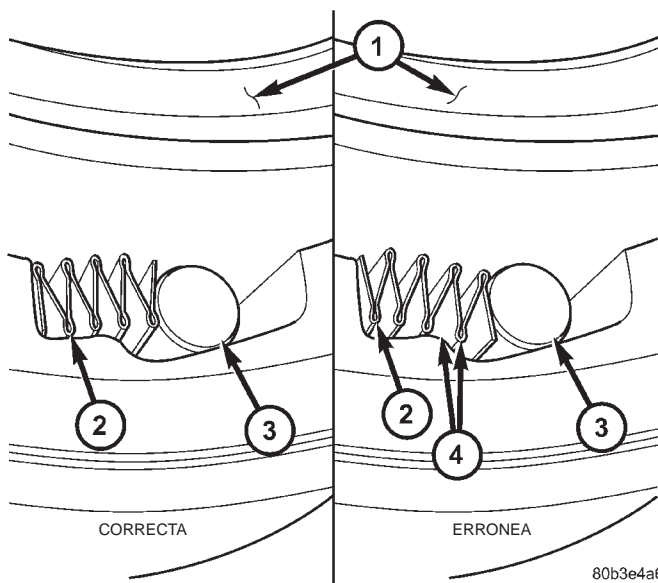

Fig. 48 Orientación correcta de muelles y rodillos
(4) Oriente los muelles como se muestra en el lado izquierdo de la (Fig. 48).
(5) Instale el conjunto del acoplamiento de rueda libre y la herramienta en el transeje y retire luego la herramienta L-4440.
(6) Retire la arandela de empuje nº 10 en la parte posterior del conjunto del engranaje planetario tra-